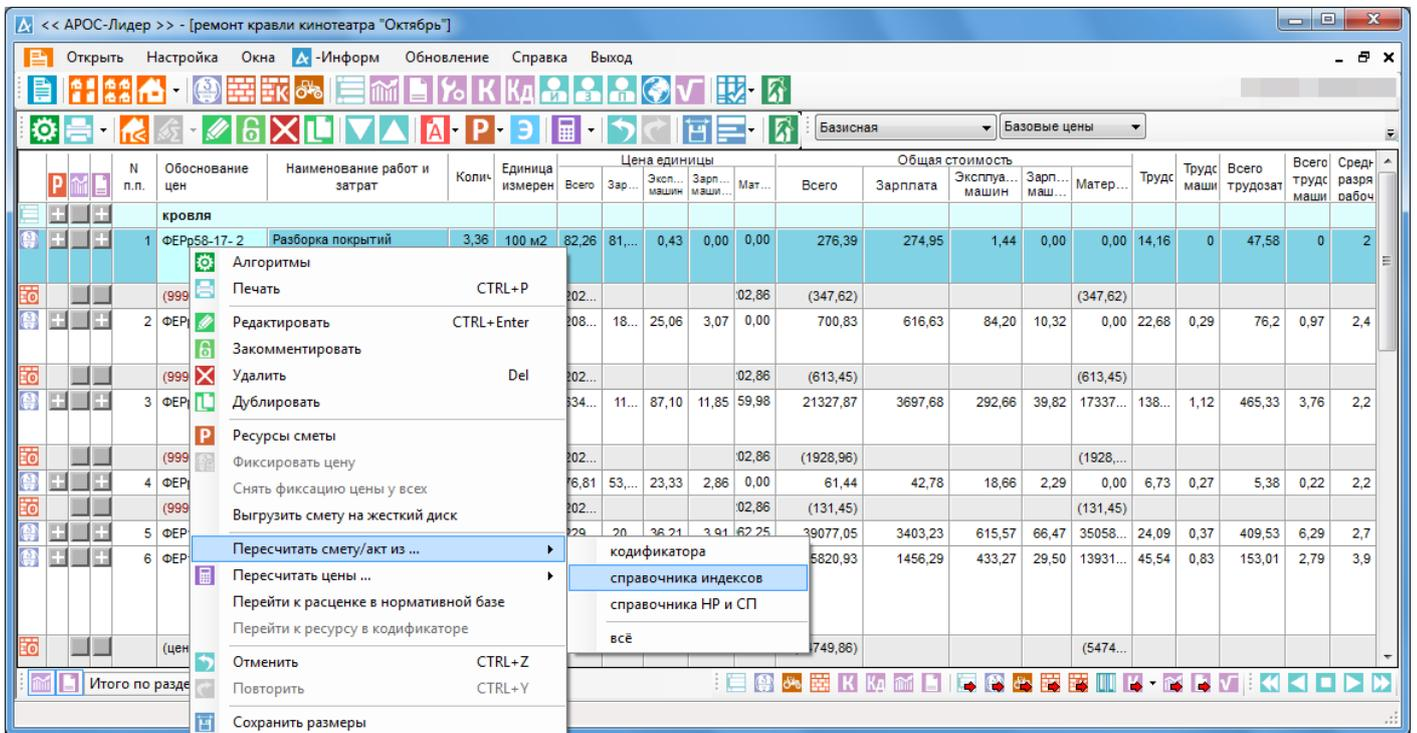

Рис. 7.14. Пересчет сметы/акта из справочника индексов
4. Теперь из окна «Сметы» необходимо вернуться в окно «Акты по смете», где выбираем любую из позиции правой кнопкой мыши и из контекстного меню выбираем опцию «Пересчитать смету/акт из... - справочника индексов» (рис.7.14).